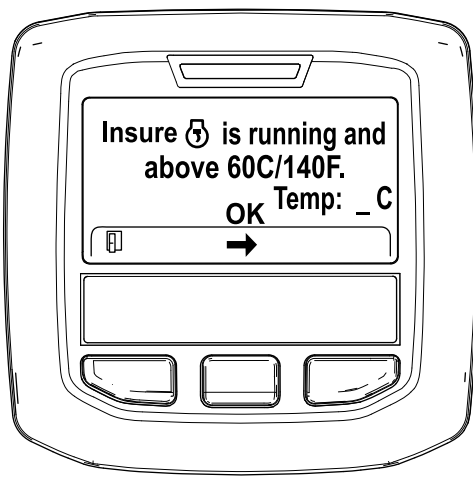

Figure 48
5. Si la température du liquide de refroidissement est inférieure à 60 °C, le message « Insure is running and above 60C/140F » (vérifier que *** fonctionne et est supérieure à 60 °C/140 °F) s'affiche (Figure 48).